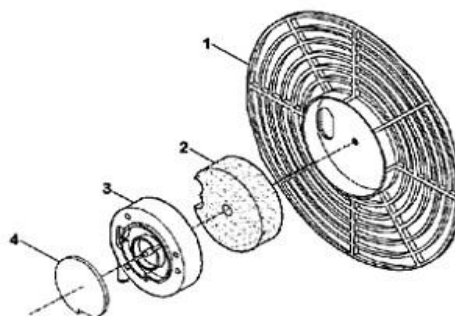

Fig. 8
Filtros de aspiración y descarga de aire Cada 500 horas: controle los filtros. Desmonte la rejilla trasera (1), lave el filtro de aspiración (2) usando un detergente suave y séquelo bien antes de montarlo otra vez. Retire la tapa (3) y cambie el filtro de descarga (4) (Fig. 8).